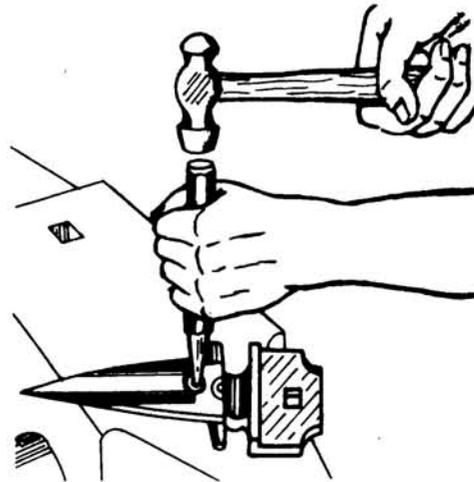

Fig. 4
- c Extraiga el roblón (fig. 4).